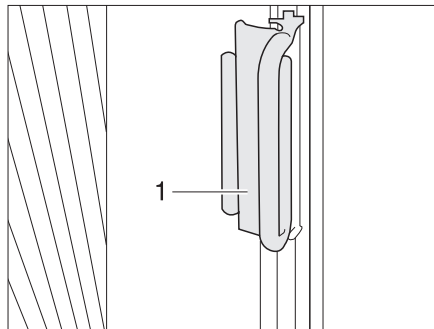

Fig. 23 Dispositif de verrouillage pour dispositif occultant plissé pour la fenêtre côté conducteur/passager
- Pousser sur la pièce de fixation les dispositifs occultants plissés pour les fenêtres côté conducteur et côté passager avec la poignée (Fig. 23,1). Le dispositif occultant plissé est bloqué.